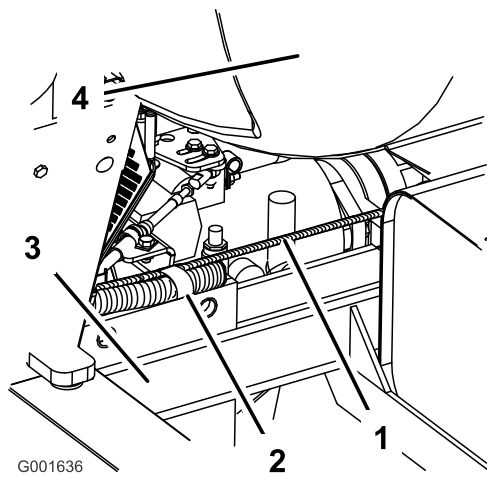

Bild 13
Hinweis: Verlegen Sie den Kabelbaum von der linken Seite des Rahmens zum Heck und über den Rahmen hinter dem Sitz (Bild 13).
- Befestigen Sie den Kabelbaum in der R-Klemme, die sich hinter dem Fahrersitz und auf dem Rahmen befindet. (Bild 13).